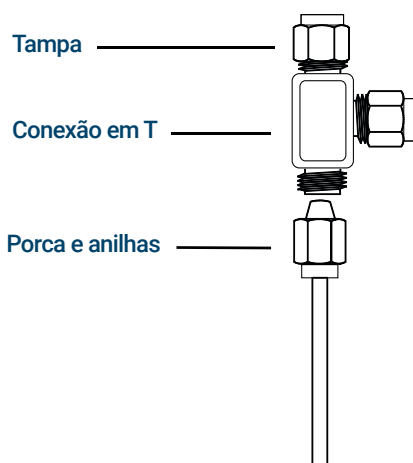

Figura 21. T Swagelok
- 1 Corte a tubulação onde quiser instalar o T. Conecte a tubulação e o T com uma conexão Swagelok. Consulte Figura 21.